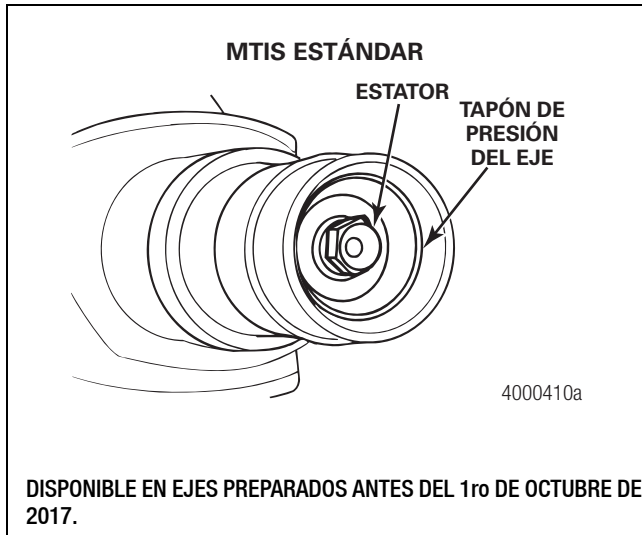

Figura 1.5
- El estator y el tapón de presión del eje del sistema de inflado de neumáticos estándar van instalados dentro de la espiga del eje. Figura 1.5.